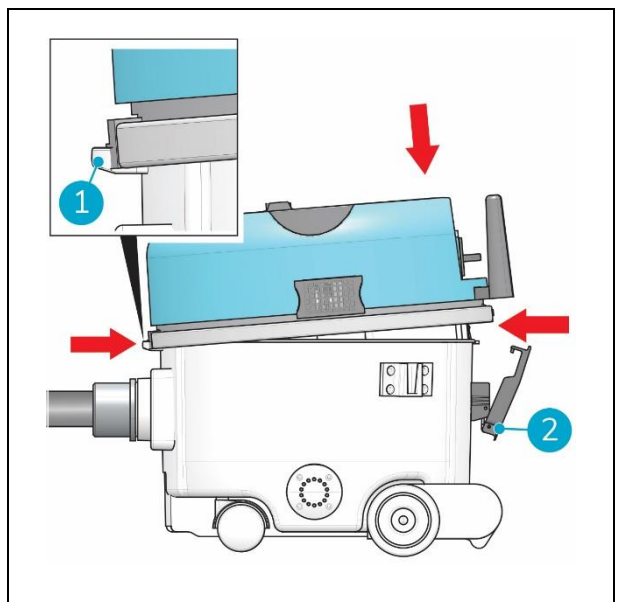

Figure 16
15. Vérifiez que l'ouverture du capot correspond avec l'encoche du bac (fig. 16, pos. 1).
16. Serrez le loquet (fig. 16, pos. 2).